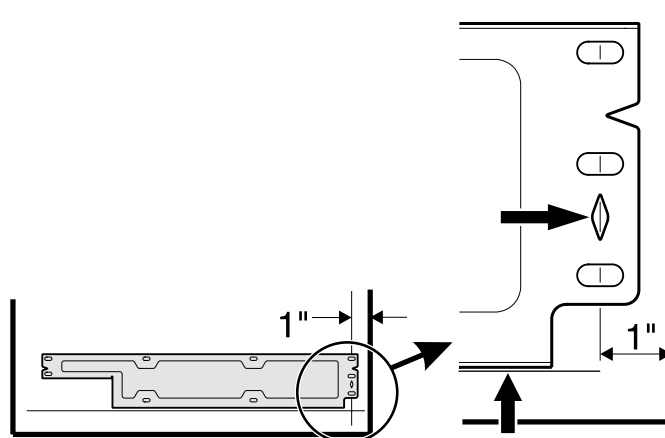

Figure 28
7. Démontez les baguettes de fixation inférieures des portes du réfrigérateur. Aligner la baguette sur les lignes des panneaux de porte du réfrigérateur (Figure 28).